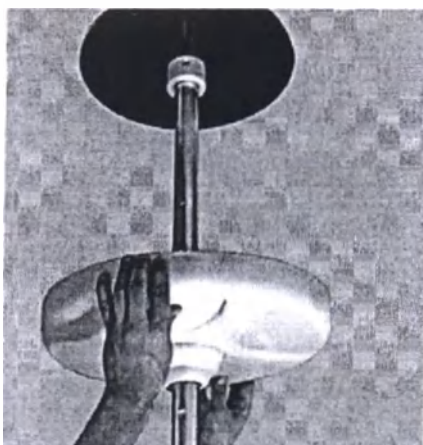

Рисунок 24
1. Строительный специалист должен установить основание штатива потолочного (Рисунок 24), для этого: